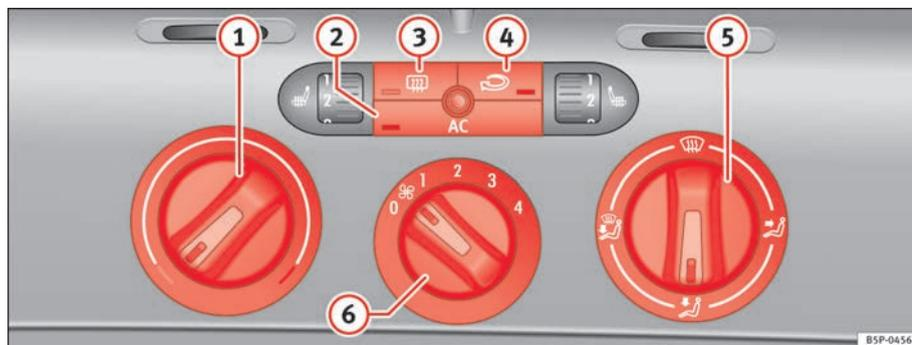

Fig. 127 Comandos do Climatic no painel de instrumentos
- Rodar o regulador da temperatura ⇒ fig. 127 ① para a direita, até ser atingida a potência calorífica pretendida.